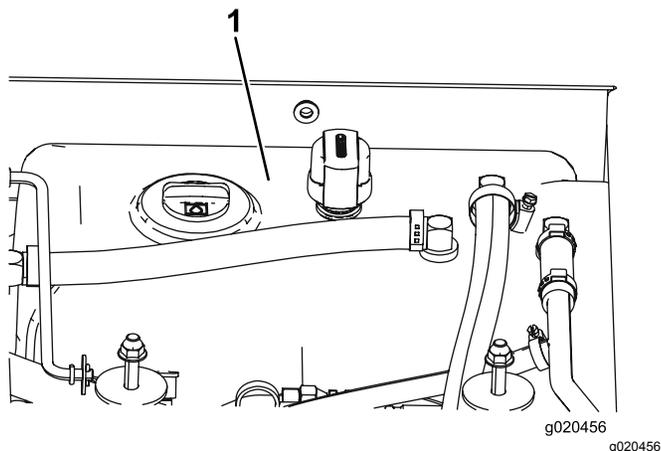

Рисунок 104
4. Залейте гидравлическую жидкость в бак (Рисунок 104); см. Проверка гидравлической жидкости (страница 81).